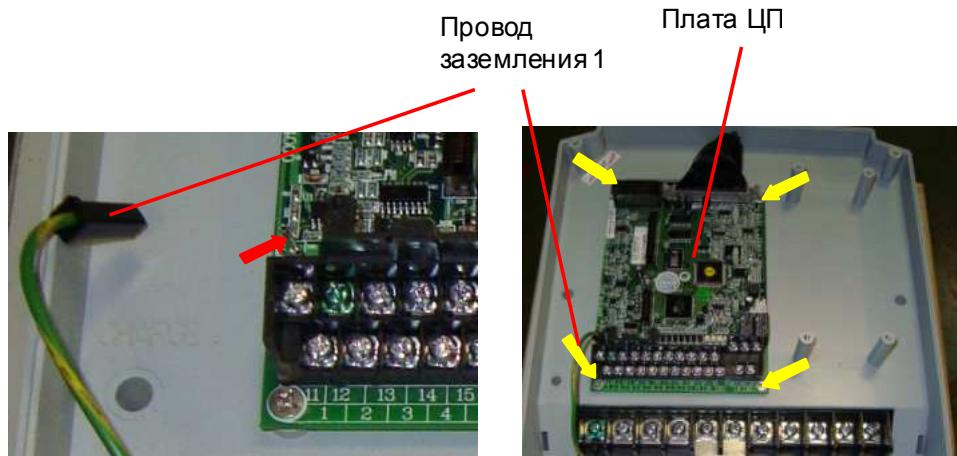

Рис. 7.21
7.12.1. Установить плату ЦП и прикрутить ее четырьмя винтами (рис. 7.21, жёлтые стрелки).
7.12.2. Подсоединить провод заземления 1 к контакту Е на плате ЦП (рис. 7.21, красная стрелка).